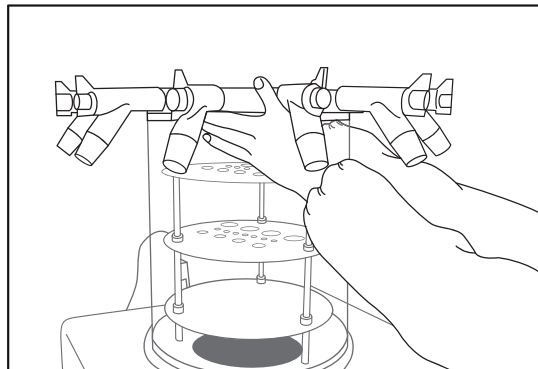

Figura 39.
**16.** Coloque la tapa fijamente sobre la cámara de vacío (Figura 39).